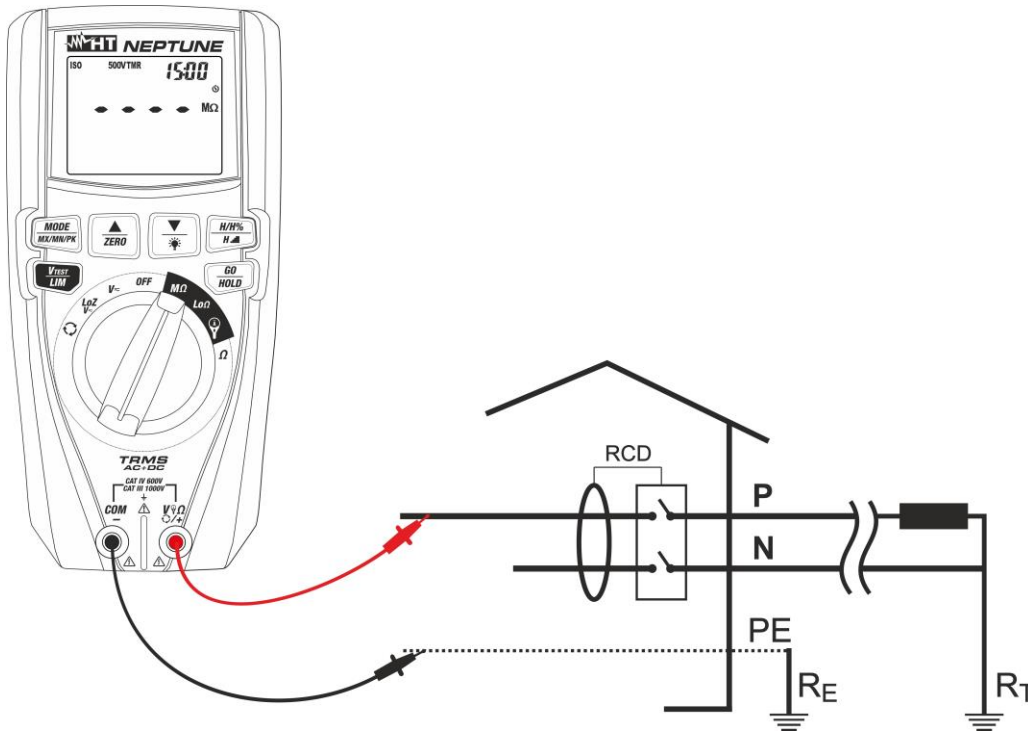

Fig. 19: Uso del instrumento para medida resistencia de aislamiento en modo TMR
6. Inserte el conductor rojo en el terminal de entrada  $V\Omega\text{C}/+$  y el conductor negro en el terminal de entrada **COM/-** y eventuales terminales de cocodrilo y conecte el instrumento a la instalación en examen (ver la Fig. 19)